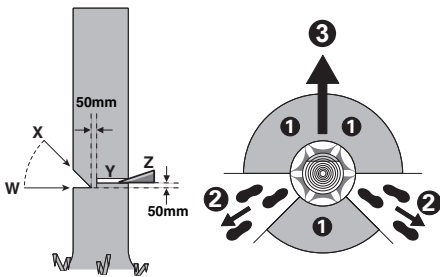

Abbildung 1
Vor dem Fällen sollte ein Fluchtweg geplant und wenn nötig freigemacht werden. Der Fluchtweg sollte nach hinten und diagonal zur Rückseite der erwarteten Falllinie erweitert werden, wie in Abbildung 1 dargestellt.
Setzen Sie einen Kerbschnitt, der ein Drittel des Stammdurchmessers ausmacht, im rechten Winkel zur Fallrichtung, wie in Abbildung 1 dargestellt. Zuerst den unteren waagrecht Kerbschnitt durchführen (W). Dadurch wird das Einklemmen der Sägekette oder der Führungsschiene beim Setzen
Setzen Sie den Fällschnitt 50 mm höher als den waagerechten Kerbschnitt (Y), wie in Abbildung 1 dargestellt. Den Fällschnitt parallel zum waagerechten Kerbschnitt ausführen. Den Fällschnitt nur so tief einsägen, dass noch ein Steg (Fällleiste) stehen bleibt, der als Scharnier wirken kann. Der Steg verhindert, dass sich der Baum dreht und in die falsche Richtung fällt. Sägen Sie den Steg nicht durch.
Bei Annäherung des Fällschnitts an den Steg sollte der Baum zu fallen beginnen. Wenn sich zeigt, dass der Baum möglicherweise nicht in die gewünschte Richtung fällt oder sich zurück neigt und die Sägekette festklemmt, den Fällschnitt unterbrechen und zur Öffnung des Schnitts und zum Umlegen des Baumes in die gewünschte Falllinie Keile aus Holz, Kunststoff oder Aluminium verwenden (Z) (3). Wenn der Baum zu fallen beginnt, die Kettensäge aus dem Schnitt entfernen, ausschalten, ablegen und den Gefahrenbereich über den geplanten Fluchtweg verlassen (2). Auf herunterfallende Äste achten und nicht stolpern. (Siehe Abb. 1)